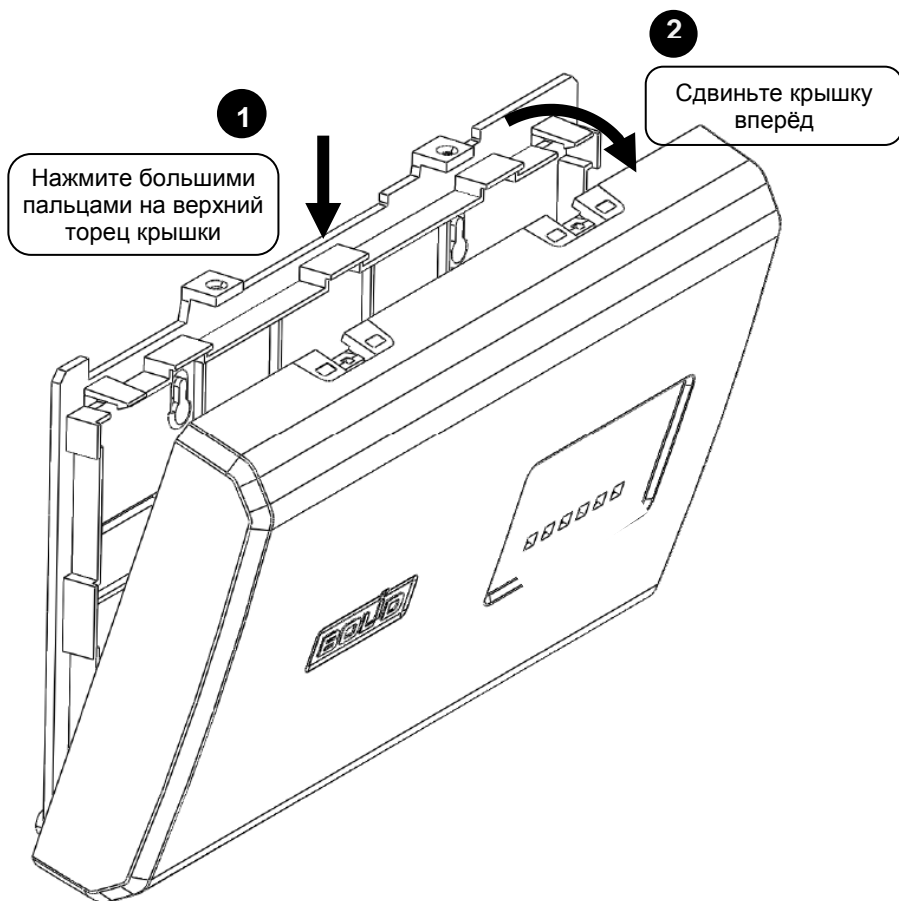

Рисунок 3. Снятие крышки блока «Сигнал-20П»
3.2.4 Снимите крышку блока «Сигнал-20П»/«Сигнал-20П исп.01» в порядке, указанном на рис.3 и 4 соответственно.
3.3.3 Снимите крышку блока в порядке, указанном на рис. 3